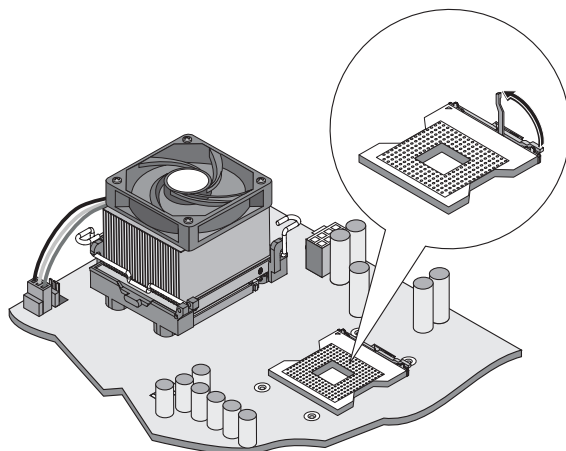

Figura 2-15. Apertura della leva ZIF
4. Aprire la leva ZIF per poter rimuovere il processore. Fare riferimento alla figura 2-15.